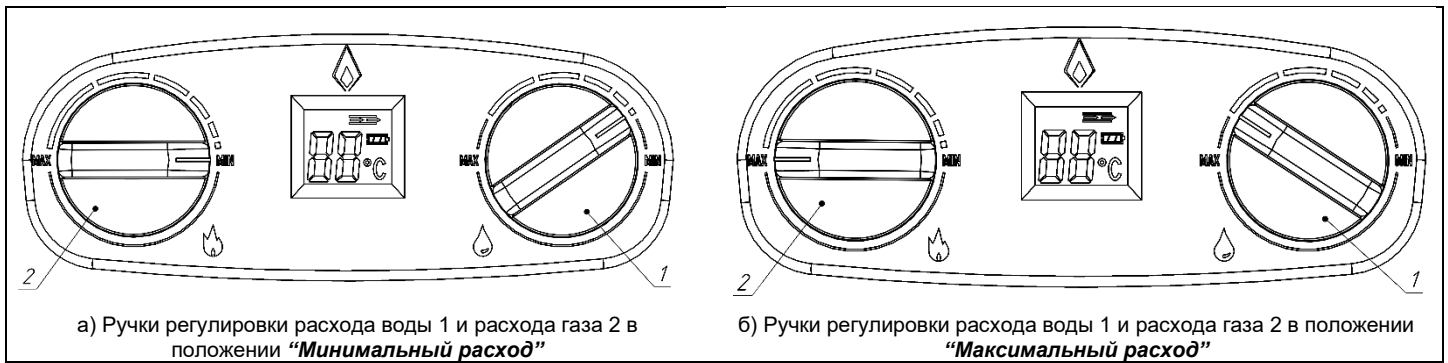

Рисунок 2. Положения ручек регулировки аппарата
- рекомендуется повернуть ручки 1 и 2 в положения минимального расхода воды и газа (рис. 2);
Примечание 2. Зажигание горелки произойдет при расходе воды не менее 2,5 л/мин в положении ручки 1 регулятора расхода воды «Минимальный расход» (рис. 2) и не менее 6 л/мин в положении «Максимальный расход». Поэтому, если после открытия крана горячей воды горелка не зажигается, то следует перевести ручку регулятора расхода воды в положение «Минимальный расход» или краном горячей воды увеличить расход воды, протекающей через аппарат.
3.2.1. Регулирование расхода воды через аппарат производится ручкой 1 (рис. 2): поворот ручки к положению «Минимальный расход» уменьшает расход воды, поворот ручки к положению «Максимальный расход» увеличивает расход воды. При этом в положении ручки «Минимальный расход» включение водонагревателя происходит при расходе воды не менее 2,5 л/мин, в положении «Максимальный расход» – при расходе воды не менее 6 л/мин. В промежуточных положениях ручки 1 включение водонагревателя происходит, соответственно, в диапазоне расходов не менее 2,5...6 л/мин.